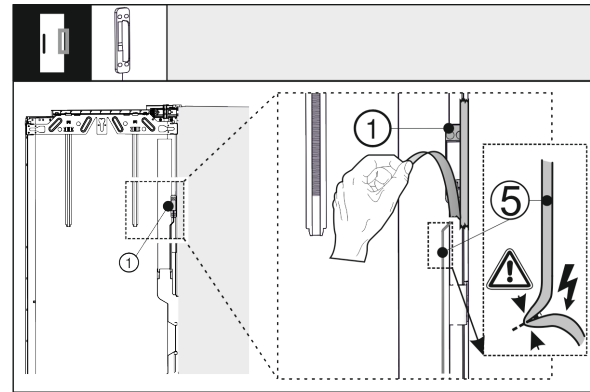

Fig. 40
- Vabastage koputussensor Fig. 40 (1) välisuksest. Ärge kahjustage ühenduskaablit Fig. 40 (5).